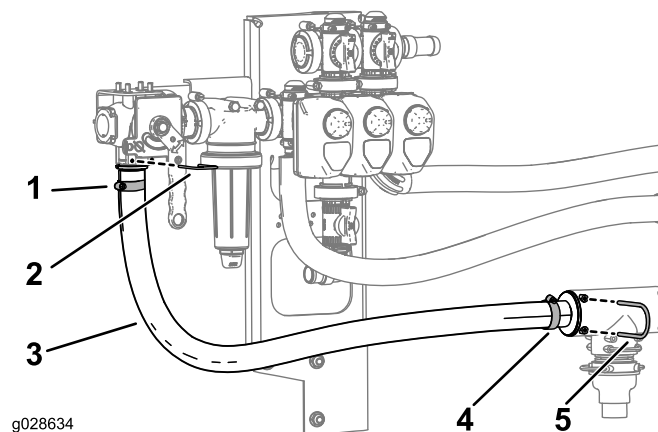

Рисунок 20
5. Проложите и закрепите шланг линии нагнетания в сборе, как показано на Рисунок 20.